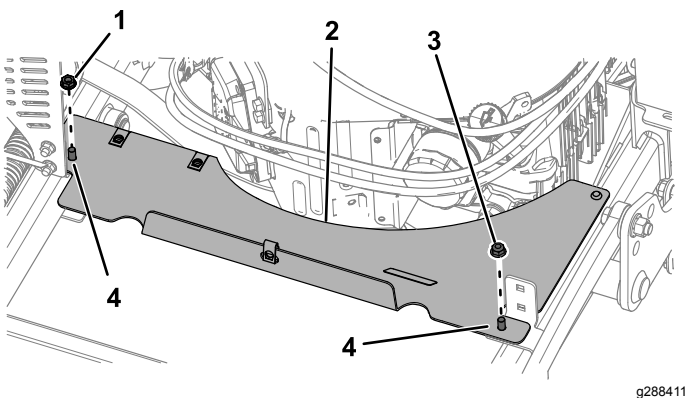

Figura 4
2. Rimuovete il dado esagonale (5/16") e il dado (5/16") che fissano la prolunga della protezione ai bulloni a testa tonda (Figura 4). Rimuovete la prolunga della protezione.